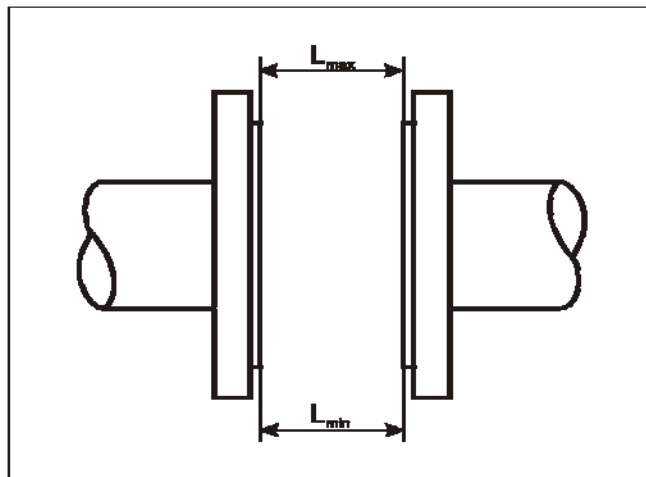

Рисунок 5 — Определение отклонения фланцев трубопровода от параллельности
2.2.2.3 Фланцы трубопроводов должны быть соосны и плоскопараллельны друг другу (рисунок 5), что достигается применением при сварке специального габаритного имитатора датчика расхода.
2.2.2.6 В случае необходимости демонтажа прилегающих прямолинейных участков, при обратном монтаже следует учитывать, что наибольшее допустимое отклонение ответных фланцев на трубопроводе от параллельности должно определяться из неравенства  $L_{max} - L_{min} < 0,5$  мм (рисунок 5).